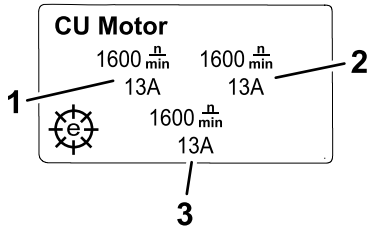

Figura 21
- Pantalla de información de los motores de las UC**  (Figura 21): muestra la velocidad y la corriente de cada motor de molinete.